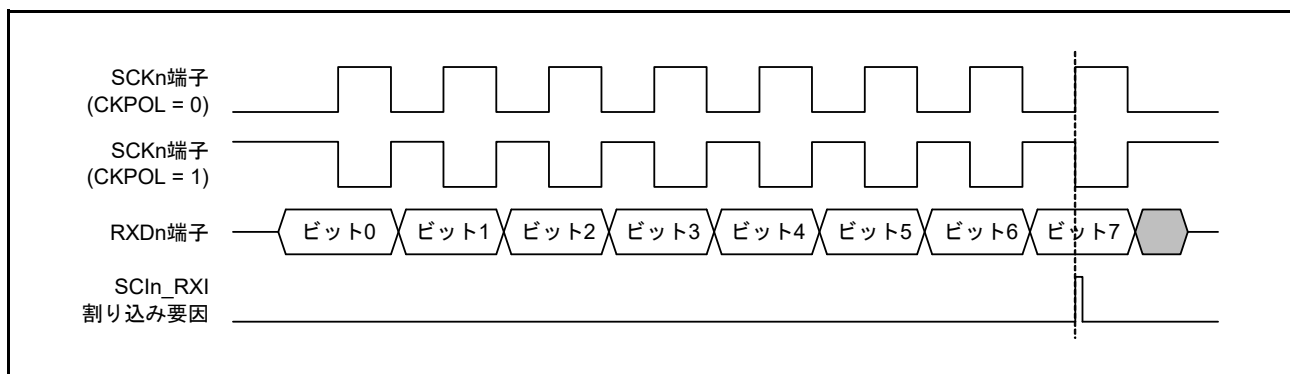

図 29.79 簡易 SPI モードにおける SCIn_RXI 割り込みの発生タイミング (クロック遅れあり)
(1) マスタモード
- クロック遅れあり (SPMR.CKPHビット=1) では、図 29.79 に示すように、SCKn端子の最終クロックエッジ手前のクロックエッジで受信データフル割り込み (SCIn_RXI) が発生します。SCR.TEビットとSCR.REビットをSCKn端子の最終クロックエッジより前に0にすると、SCKn端子出力がハイインピーダンスとなり、送受信クロックの最後のクロックパルス幅が短くなります。また、SCIn_RXI割り込みの発生によって、SCKn端子の最終クロックエッジより前に接続先スレーブのSSn端子入力信号がHighになった場合、スレーブが誤動作する可能性があります